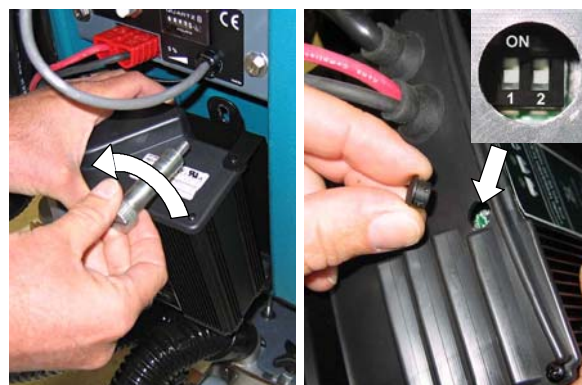

図 29
1. 本機から充電器を取り外してください(図 29)。
2. 設定スイッチを操作するには、充電器の底部からプラグを取り外します(図 29)。